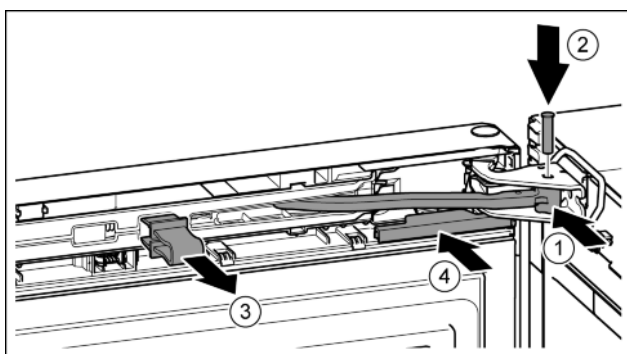

Fig. 49
- ▶ Forgassa a csapágybakba a csuklót. Fig. 49 (1)
- ▶ Helyezze be a csapágybakba és a csuklóba a csapszeget. Közben ügyeljen közben arra, hogy a bekattanó bütyök megfelelően illeszkedjen a horonyba. Fig. 49 (2)
- ▶ Vegye le a biztosítékot. Fig. 49 (3)
- ▶ Tolja fel a fedelet. Fig. 49 (4)